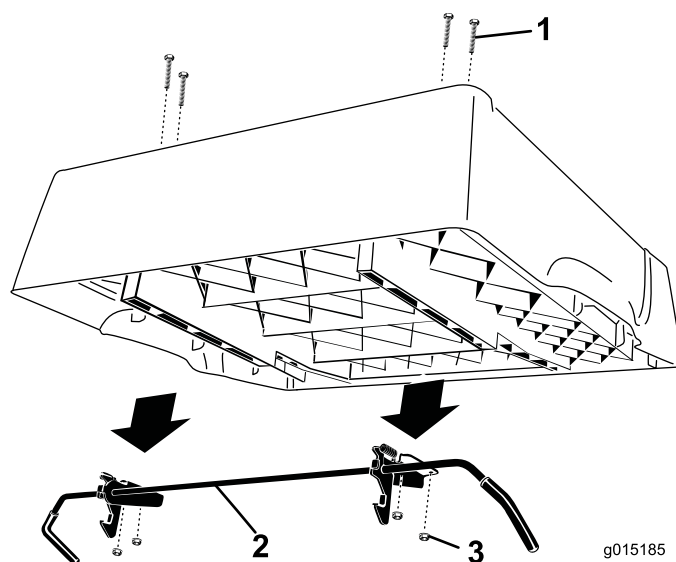

Figura 3
5. Rimuovete i 4 dadi flangiati che fissano le staffe di fermo al sottoscocca (Figura 3). Rimuovete e conservate la staffa e i fermi. Lasciate nei fori i